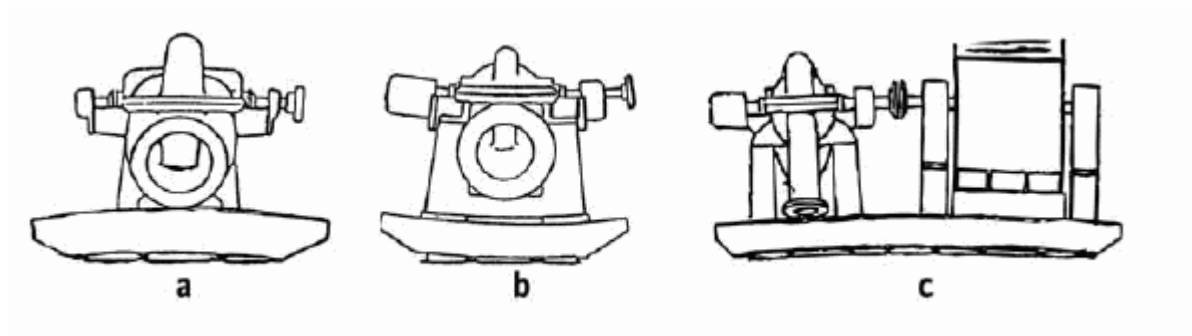

Рисунок 6. Примеры повреждения/деформации фундаментов
- Для выравнивания фундаментной плиты агрегата необходимо использовать измерительную линейку и инженерный мастер-уровень. При выравнивании с помощью спиртового уровня возможны ошибки, которые приведут к деформации фундаментной плиты агрегата и поломке агрегата, что недопустимо. Возможные деформации см. рисунок 6 а, б, с.